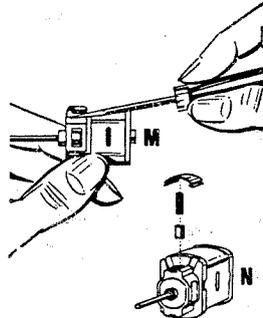

Bild 7
Motor wie beschrieben abnehmen. Bürstenhalterdeckel abheben (M Abb. 7). Vorsicht, daß kleine Druckfeder nicht verlorengeht (N). Beim Einsetzen der neuen Bürste darauf achten, daß Rundung der Kontaktflächen der Kollektor-Rundung entspricht.